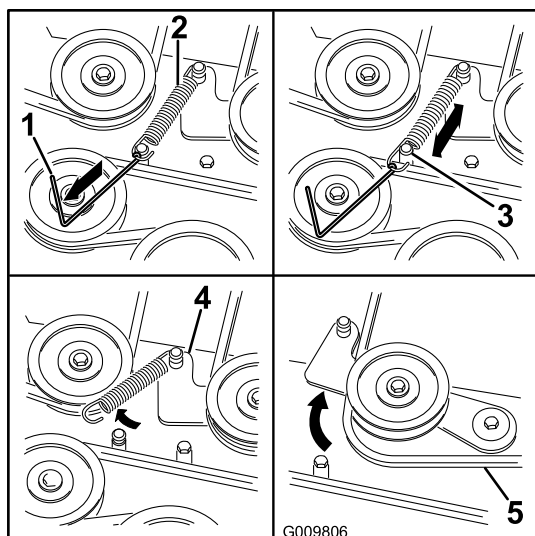

Figura 61
7. Servendovi di un attrezzo per la rimozione delle molle (n. cat. Toro 92-5771), sganciate la molla di rinvio dal perno del piatto di taglio per eliminare la tensione dalla puleggia tendicinghia (Figura 61).
10. Montate la nuova cinghia attorno alle pulegge del tosaerba e alla puleggia della frizione, sotto il motore (Figura 61).
11. Servendovi di un attrezzo per la rimozione delle molle (n. cat. Toro 92-5771), agganciate la molla di rinvio al perno del piatto di taglio per mettere in tensione la puleggia tendicinghia e la cinghia (Figura 61).